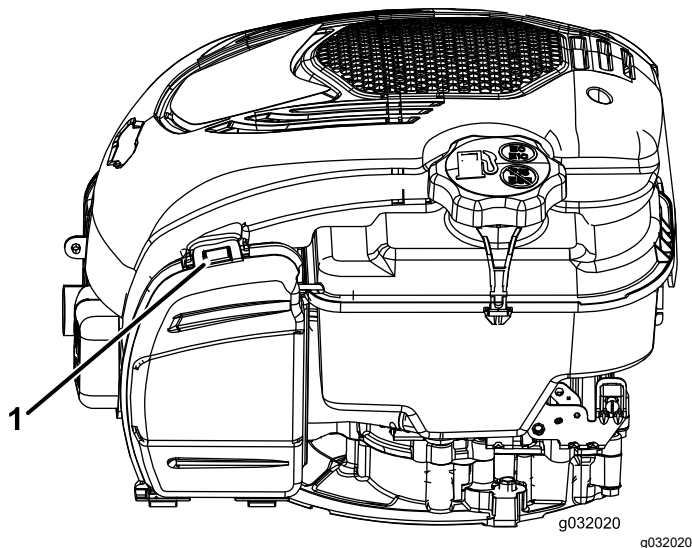

Figura 19
1. Empurre a patilha para abrir tampa do filtro de ar (Figura 19)